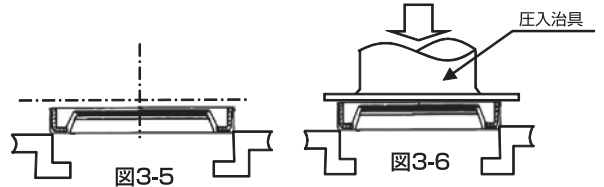

図3-5
①シールの向きに十分に注意しハウジング穴に対し水平に置いてください。(図3-5)